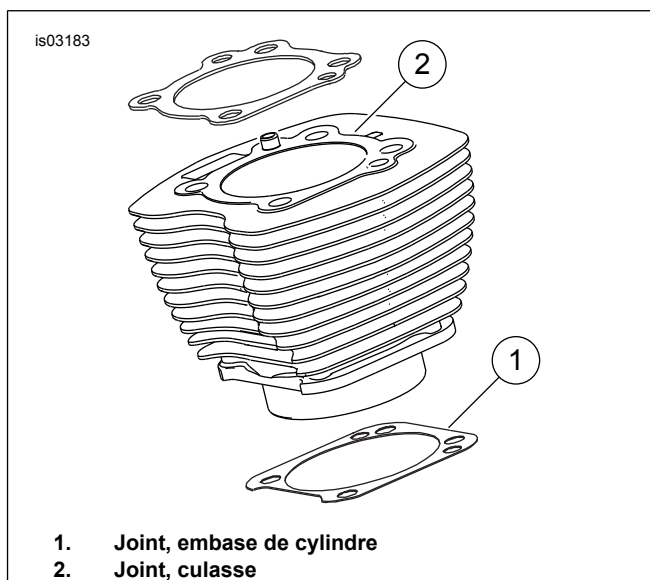

Figure 1. Joints de cylindre
- Voir Figure 1. Le joint de base de cylindre (1) de 103,1 mm (4.060 in) et le joint de culasse (2) éliminent la nécessité des joints toriques. Ne pas utiliser de joints toriques sur les goujons de cylindre ou les emboîtements de cylindre.
- Lors de l'installation d'un nouveau joint de base (1), l'installer avec le côté gaufré vers le bas et le côté concave vers le haut.